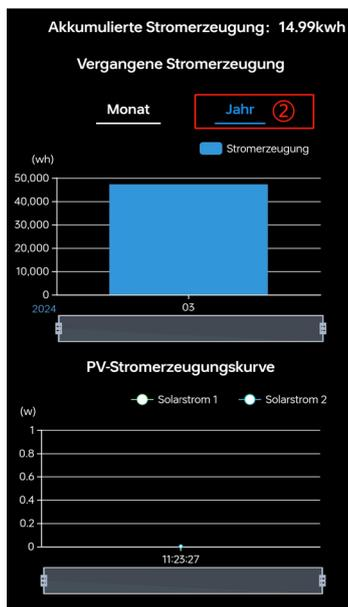

Abb.5-34
- a) Jahresverlauf der Stromerzeugung: Klicken Sie auf die Nummer ① in Abbildung 5-34, um zur Jahresauswahlseite zu gelangen. Wählen Sie das Jahr an der Position ③ aus und klicken Sie dann auf ④, um die Auswahl zu bestätigen. Es werden die historischen Daten für jeden Monat des aktuellen Jahres angezeigt.